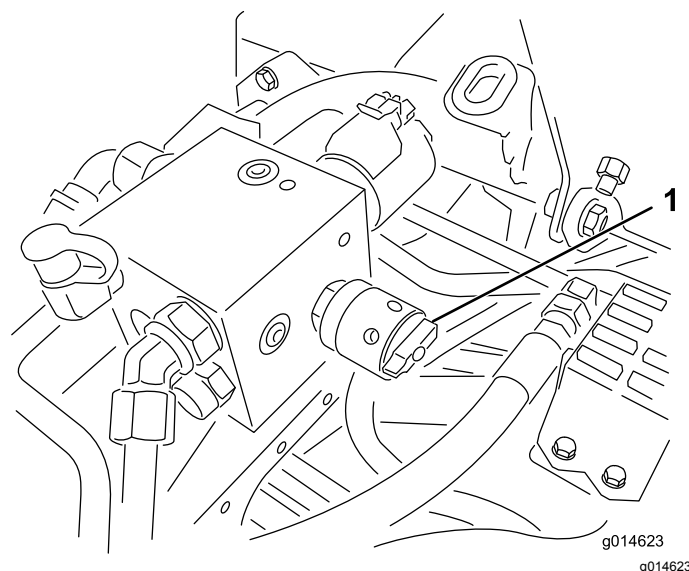

Figura 51
- Rode o controlo da velocidade dos cilindros para a posição 1 (Figura 51).